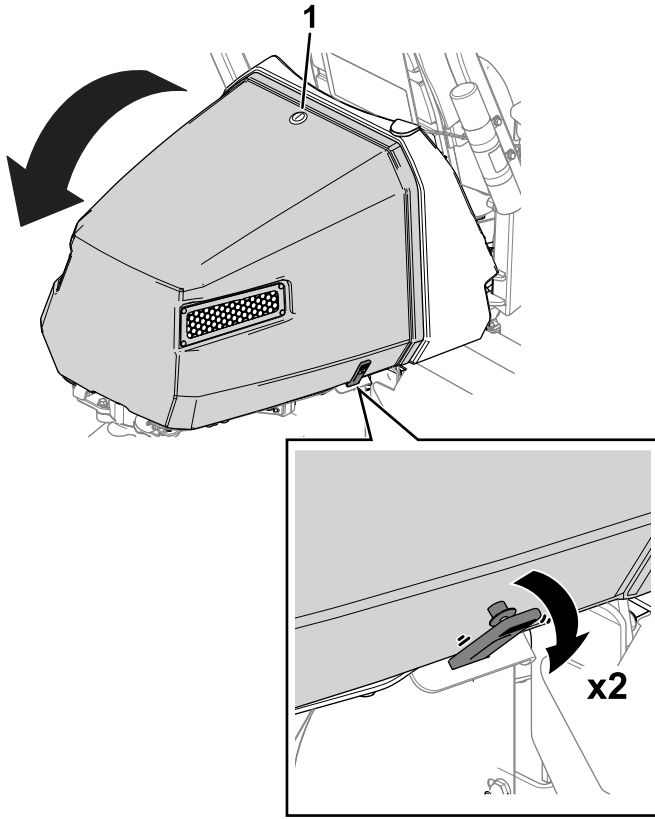

Figura 37
1. Desenganche el cierre del capó (Figura 37).
2. Abra los cierres en cada lado del capó (Figura 37).